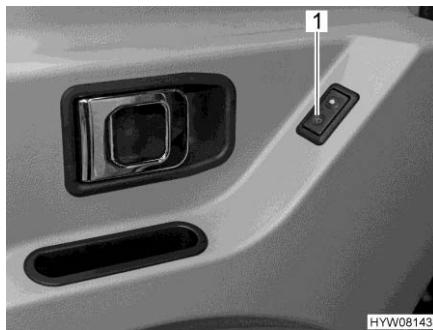

Fig. 31 Interruttore (alzacristalli elettrico nella porta conducente)
- Premere l'interruttore (Fig. 31,1).